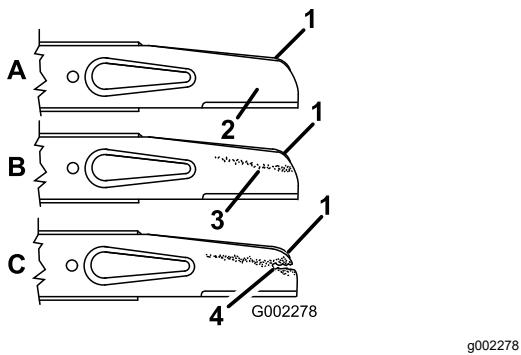

Рисунок 24
2. Выверните болт ножа, снимите стопорную шайбу, акселератор и нож (Рисунок 24).